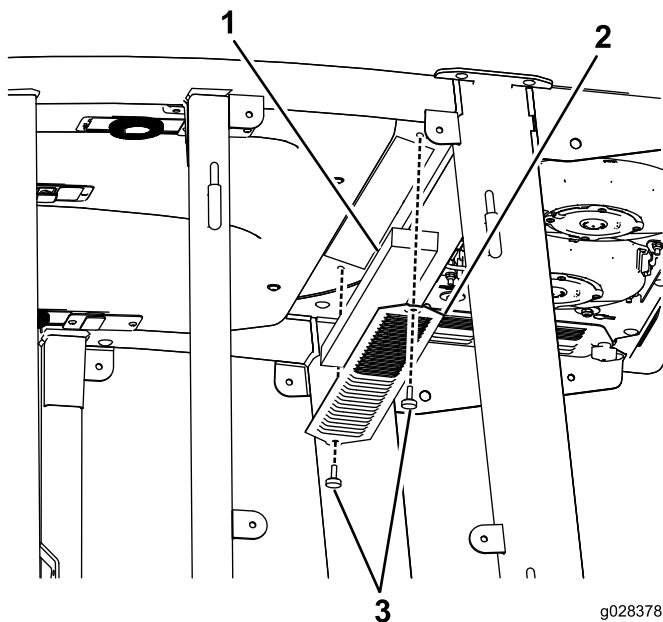

Bild 52
1. Nehmen Sie die Schrauben und Gitter von den internen und hinteren Kabinenfiltern ab (Bild 52).